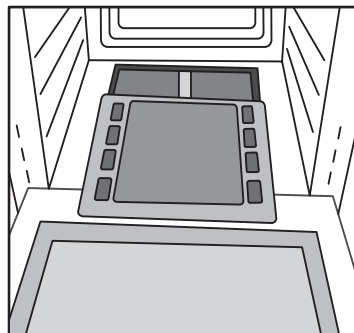

Рис. 7
- выдвиньте и удалите нижний поддон (рис. 7);